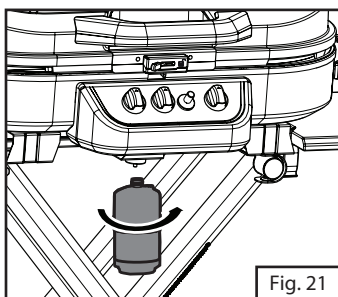

Fig. 21
2. Retirez le bouchon de plastique de la bouteille de propane et vissez le régulateur à la bouteille en le serrant à la main. (Fig. 21)